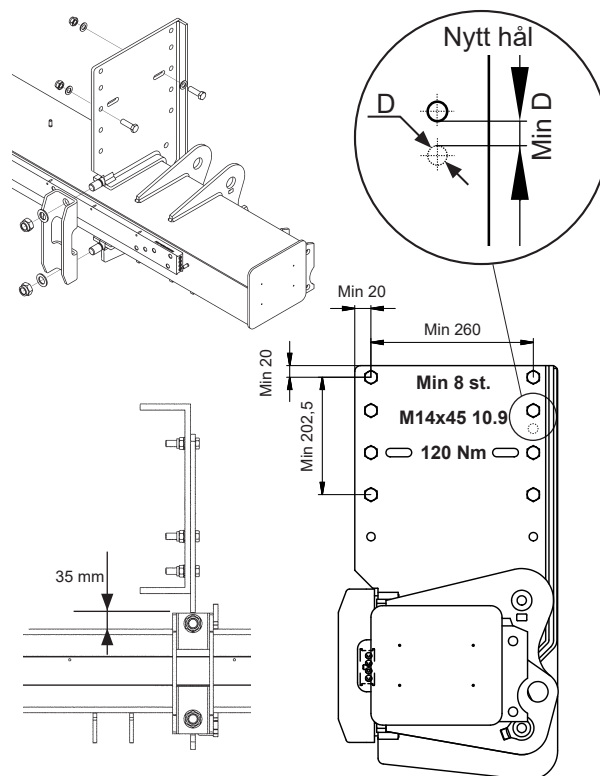

Bild 16. Montera ramfästet med minst 8 skruvar M14x45 10.9
- 10 Vid montering på ram utan förborrade hål, montera först med en skruv i fästenas spårformade hål. Märk ut på fordonsramen mitt i fästenas spårformade hål och borra sedan hål Ø14 mm. i ramen, se Bild 16.